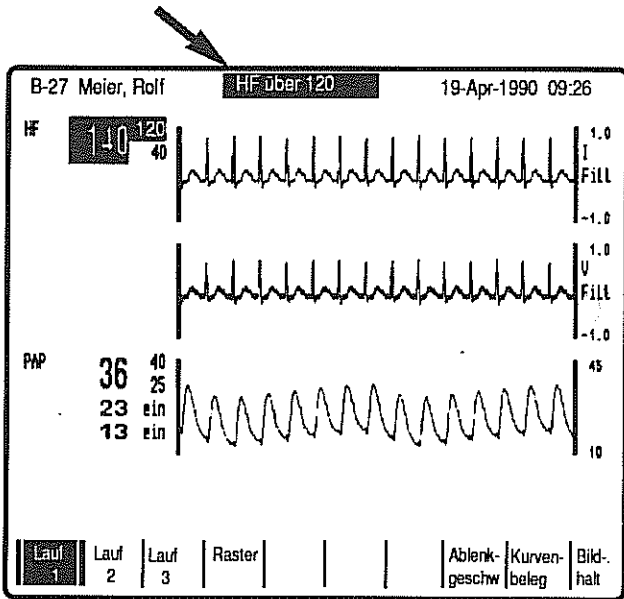

Bild 2
Im Falle eines Alarmes oder einer Warnung erscheint am Bildschirm ein entsprechender Text (Bild 2), der zugehörnde Signalton ertönt, die Taste (27) **Alarm quittieren** leuchtet oder blinkt und der Schwesternruf wird aktiviert.